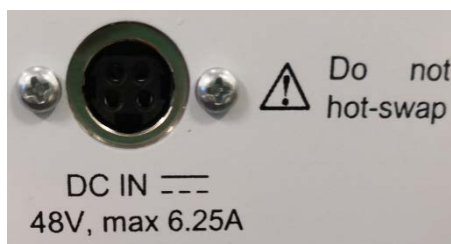

图 3.1 5256C 5G 终端综合测试仪后面板电源插座
**连接电源线：**用包装箱内与终端综合测试仪配套的电源线或符合要求的三芯电源线适配器一端接入终端综合测试仪的后面板电源插座（如图 3.1），电源插座旁标注终端综合测试仪要求的电压参数指标，提醒用户使用的电压应该符合要求。电源线的另一端连接符合要求的交流电源；